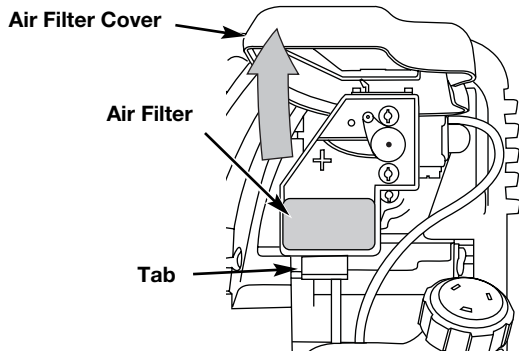

Fig. 26
1. Ouvrez le couvercle du filtre à air. Enfoncez la languette située à gauche du couvercle, tirez celui-ci vers vous pour le dégager du boîtier du filtre à air (Fig. 26).
2. Retirez le filtre à air et l'écran derrière lui (Fig. 26).
6. Remplacez le filtre et l'écran (Fig. 26).